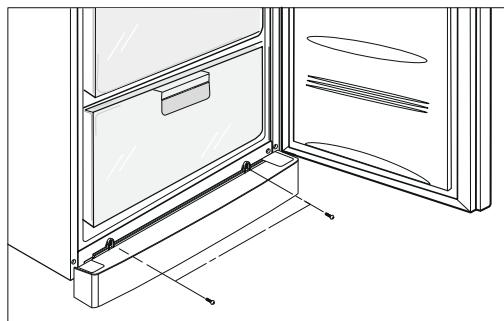

Рис. 1. Установка нижней декоративной панели.
- Перед включением холодильника установите декоративную панель, как показано на рис.1.